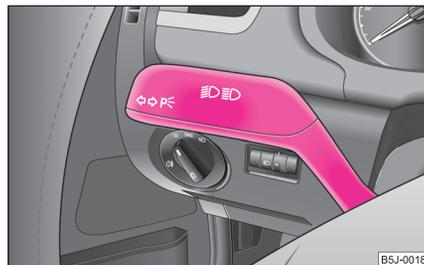

Fig. 36 La palanca de luz intermitente y luz de carretera
- Presione la palanca de la luz de carretera hacia adelante para conectar la luz de carretera ⇒ página 50, fig. 36.
- Presione la palanca hacia arriba o hacia abajo ⇒ fig. 36.